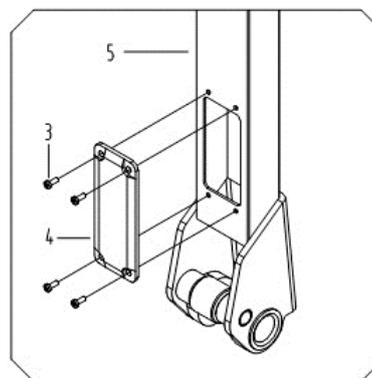

Рис.2
- См. рисунок 2. Открутить винт (3), и вынуть накладку (4) из узла ручки (5).